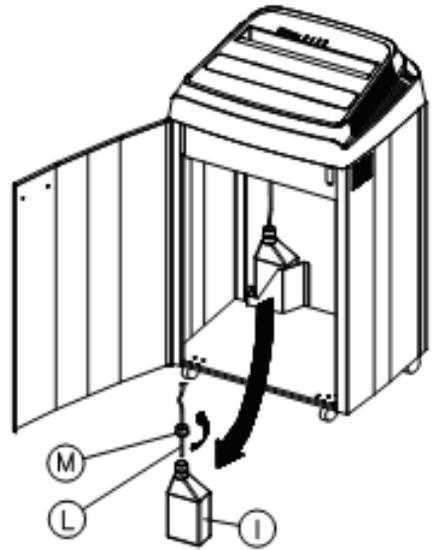
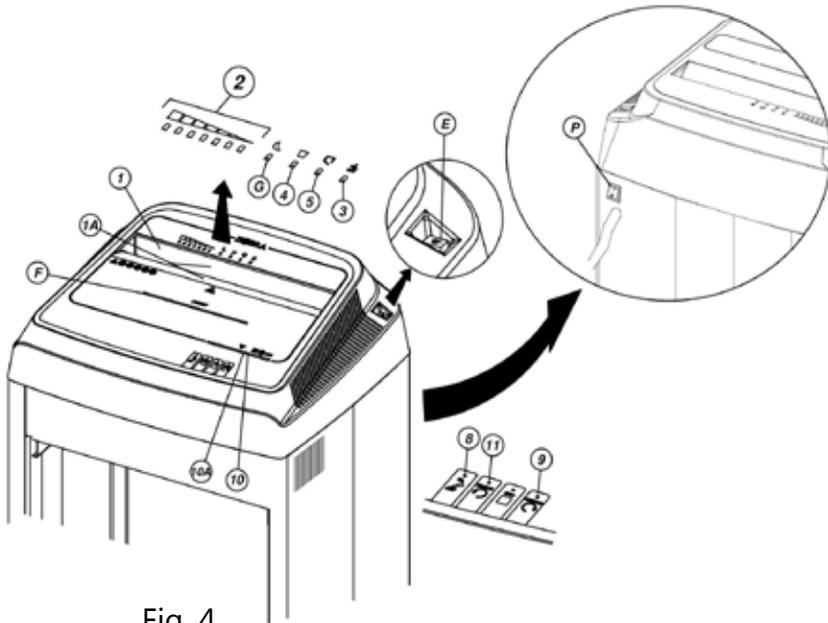

Fig. 2
Fig. 4
### UTILISATION DE L'APPAREIL FIG.4
### DESTRUCTION DE FEUILLES SIMPLES FIG.4
Dévisser le bouchon scellé du réservoir d'huile (I) et le jeter. Y introduire le tube d'huile (L) et serrer à fond le bouchon (M) de la façon indiquée dans la figure 2.
Après avoir débranché l'appareil, appuyer sur l'interrupteur ON/OFF (E) fig.4. La barre lumineuse (F) fig.4 s'allume et l'appareil est prêt à fonctionner.
Durant les premières minutes de marche, le voyant lumineux (8) fig.4 pourrait clignoter, car le tube d'émission d'huile n'est pas encore complètement plein. Pour accélérer le remplissage et éteindre le voyant OIL (8) faire marcher l'appareil à vide pendant 3/4 minutes en tenant la touche FORWARD (9) fig.4 appuyée.
L'absence d'huile dans le réservoir est signalée par le voyant clignotant OIL (8) fig.4.
#### REMPLACEMENT DU RESERVOIR D'HUILE FIG.2
**ATTENTION !!!** Durant les premières minutes de marche, le voyant lumineux (8) fig.4 pourrait continuer à clignoter après le remplacement du réservoir d'huile (I), car le tube d'émission d'huile n'est pas encore complètement plein. Pour accélérer le remplissage, faire marcher l'appareil à vide pendant au moins ¾ minutes ou tenir la touche FORWARD (9) appuyée.
Il est toutefois préférable de contrôler périodiquement la quantité d'huile présente dans le réservoir (I) fig.2. L'absence d'huile dans le réservoir est signalée par un voyant lumineux (8) fig.4.
## FONCTIONNEMENT fig.4